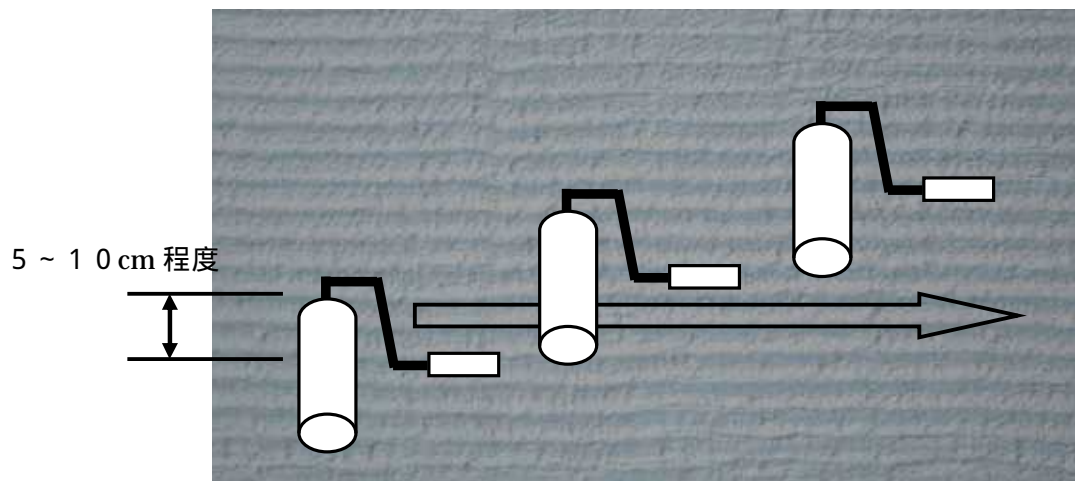

図 3
- ・配り塗りしたJP(W)-100が乾燥しないうちに、JR-189を横方向に転がしパターン付けを行ってください(図3)。
隣のパターンと5～10cm程度、交差するようにローラーを転がしてください。(図3)